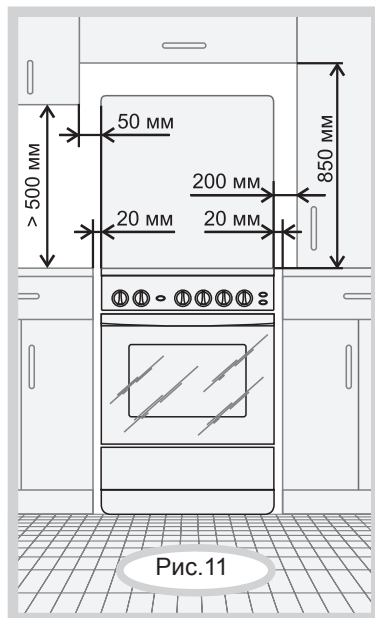

Рис.11
- Расстояния, которые необходимо выдержать при установке плиты, показаны на рис.11. Задняя стенка плиты должна отстоять от поверхности стены не менее чем на 50 мм. Торцы мебели на уровне варочной поверхности стола рекомендуется защитить металлическими накладками.